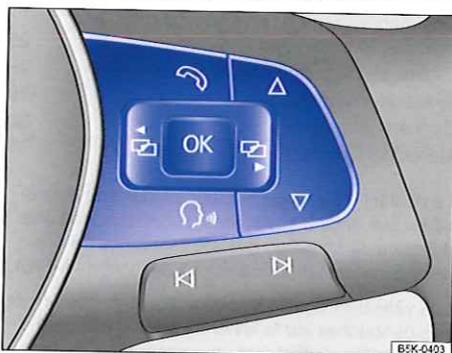

Fig. 17 Côté droit du volant multifonction : touches de commande des menus et des messages d'informations sur le combiné d'instruments
- Si un message ou le pictogramme du véhicule est affiché, appuyez sur la touche → fig. 16 ① du levier d'essuie-glace ou sur la touche  du volant multifonction → fig. 17.
- **Commande à l'aide du volant multifonction :** pour afficher le menu de sélection et pour le parcourir, appuyez sur la touche  ou  → fig. 17.
- Pour accéder au menu affiché dans le menu de sélection ou pour consulter le message d'information, appuyez sur la touche → fig. 16 ① du levier d'essuie-glace ou sur la touche  du volant multifonction → fig. 17 ou attendez que le menu ou le message d'information s'ouvre automatiquement au bout de quelques secondes.
- Dans le menu affiché, appuyez sur la commande à bascule → fig. 16 ② en haut ou en bas du levier d'essuie-glace ou sur les touches fléchées  ou  du volant multifonction → fig. 17 jusqu'à ce que l'option souhaitée soit sélectionnée. L'option sélectionnée est repérée par un cadre.
- Procédez à la modification souhaitée en appuyant sur la touche → fig. 16 ① du levier d'essuie-glace ou sur la touche  du volant multifonction → fig. 17. Une « coche » indique que la fonction ou le système est activé(e).
- **Commande à l'aide du volant multifonction :** appuyez sur la touche  ou  → fig. 17.